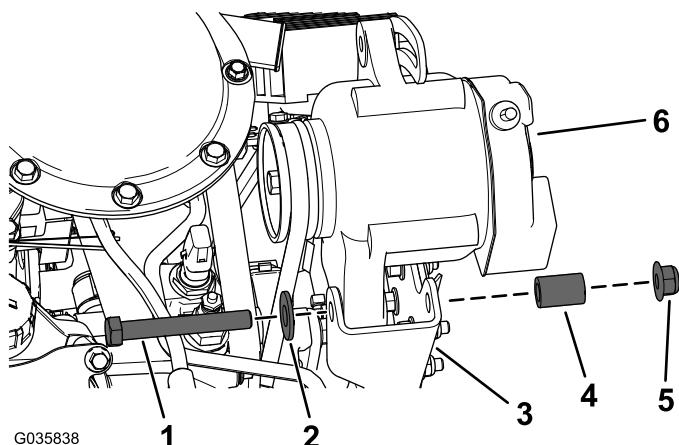

Figura 11
- Montate l'alternatore sulla relativa staffa con la vite a testa esagonale (3/8 x 2-3/4 poll.), la rondella piana (7/16 poll.), il distanziale e il dado flangiato (3/8 poll.), come illustrato nella Figura 11.